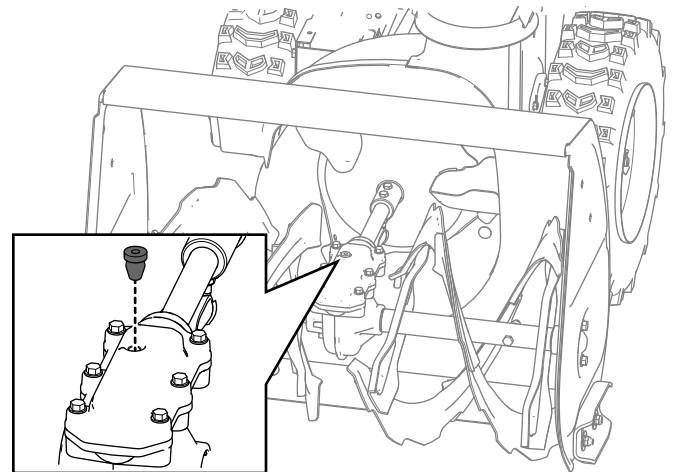

Bild 38
2. Reinigen Sie den Bereich um den Rohrverschluss und entfernen Sie den Rohrverschluss vom Getriebe (**Bild 38**).